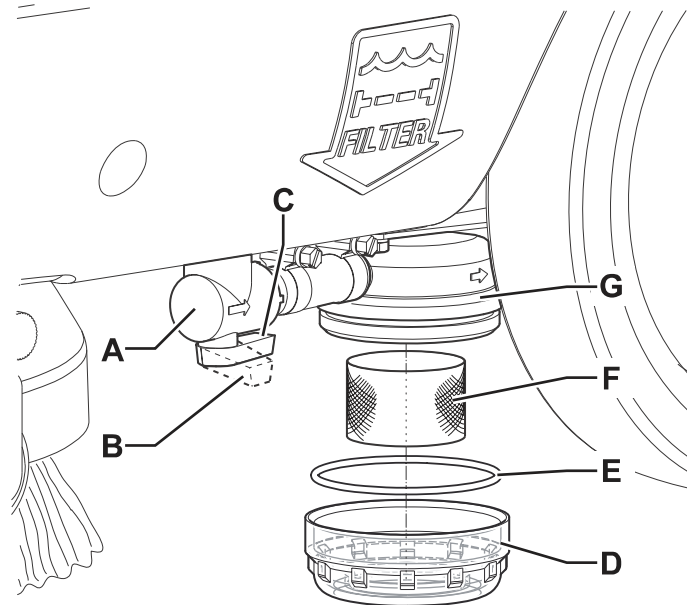

Abbildung 9
2. Sicherstellen, dass der Drehknopf (62) sich in der Position „0“ befindet.
3. Das Reinigungslösungsventil (A, Abb. 9) unter dem Gerät vor dem linken Hinterrad schließen.